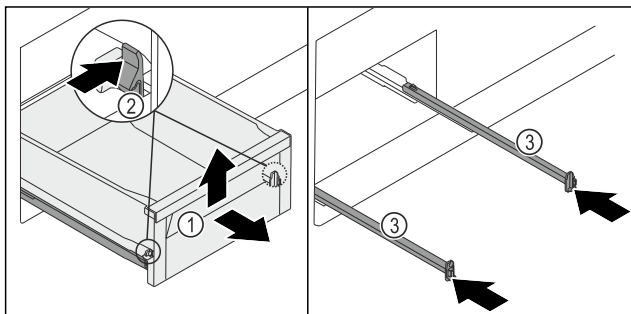

Fig. 118
- ▶ A fiókot Fig. 118 (1) ütközésig húzza ki.
- ▶ A kapcsokat Fig. 118 (2) a bal és jobb oldalon nyomja befelé.
- ▶ A fiók Fig. 118 (1) kilazul a sínekből.
- ▶ A fiókot Fig. 118 (1) előtt emelje meg.
- ▶ A fiókot Fig. 118 (1) előrefelé távolítsa el.
- ▶ Tolja be a síneket Fig. 118 (3).